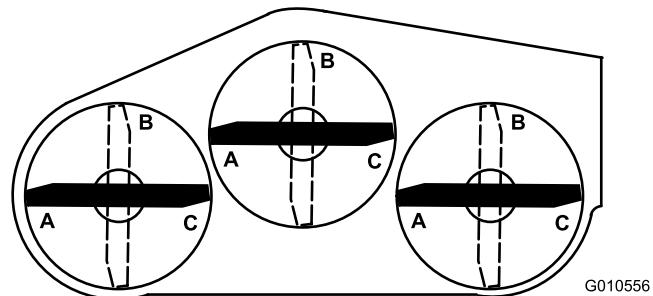

Figura 24
5. Coloque las 3 cuchillas en la posición "A" (Figura 24) y mida desde la superficie nivelada a la parte inferior de la punta de cada cuchilla (Figura 25).
6. Anote la dimensión medida en "A", gire las cuchillas a la posición "B" (Figura 24), mida la distancia entre todas las cuchillas y la superficie plana, y anote las dimensiones (Figura 25).
7. Gire las cuchillas a la posición "C", mida, y anote la distancia (Figura 24 y Figura 25).